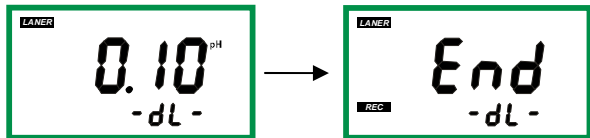

图 7-13
2、按 键或 键将数值调至控制所需的数值，然后按 OK 键确认，仪表显示迟滞量调节结束。显示如图 7-13 所示：